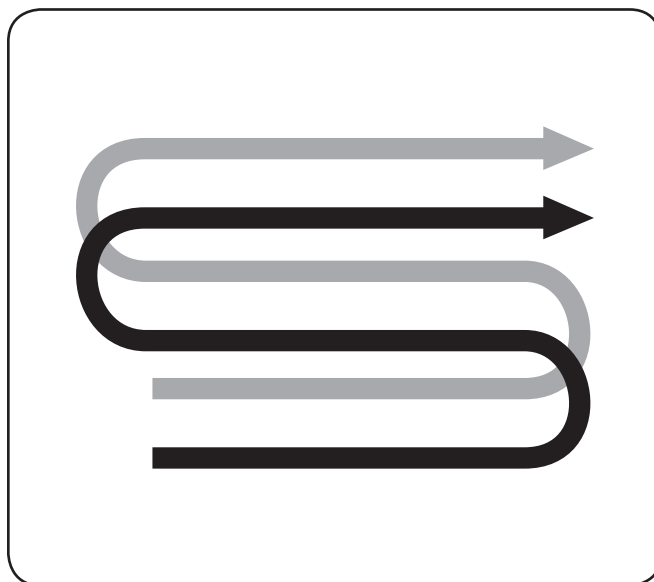

Figura 5-5
- Al realizar tareas de labranza (rompiendo la superficie de suelo alrededor de las plantas para destruir las malezas, vea la Figura 5-5), ajuste los dientes para cavar únicamente a una profundidad de 1” a 2”. La labranza a poca profundidad ayuda a evitar lesiones a las plantas cuyas raíces a menudo crecen cerca de la superficie. Si es necesario, levante los manillares ligeramente para evitar que los dientes cavén demasiado profundo. (La labranza regular no sólo elimina malezas, sino que además afloja y airea el suelo para mejor absorción de la humedad y crecimiento más rápido de las plantas). Si se riega el área del jardín unos cuantos días antes de la labranza se facilitará esta tarea; también se contribuye permitiendo al suelo recién trabajado asentarse por uno o dos días antes de la pasada final, profunda, de la cultivadora.